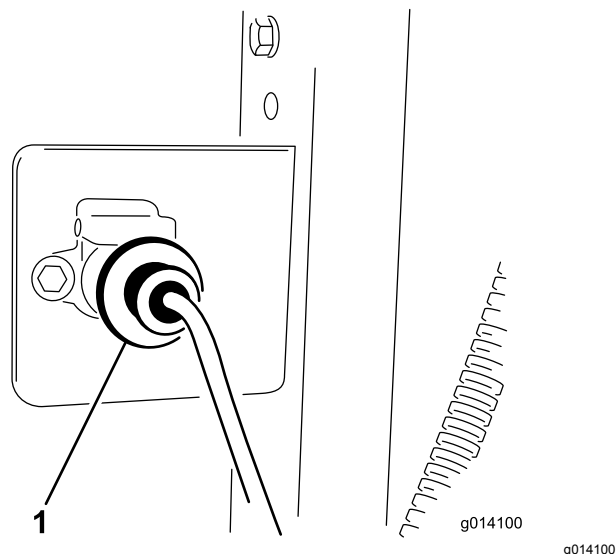

Figure 10
- Fixez le connecteur du faisceau de câblage au support avec 2 boulons (1/4" x 1") et écrous (Figure 10).
- Fixez le faisceau de câblage de l'unité de base au faisceau de câblage du véhicule tracteur (Figure 10). Le connecteur est situé près du flexible hydraulique fixé au véhicule tracteur.